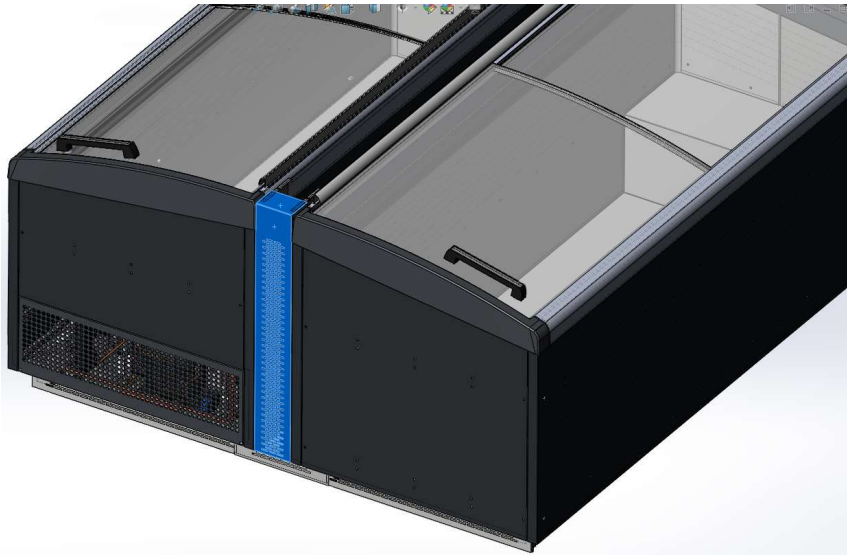

Рисунок 4.2.4. Торцева вставка.
4. Встановлюється торцева вставка на кронштейн та фіксується знизу гвинтами до з'єднувача пильників (рис. 4.2.4).